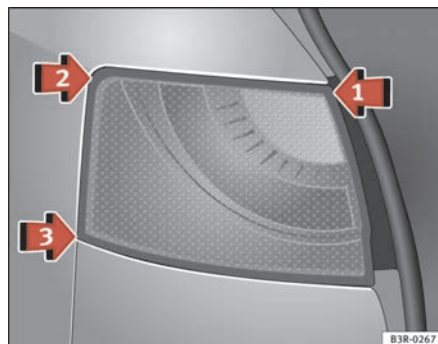
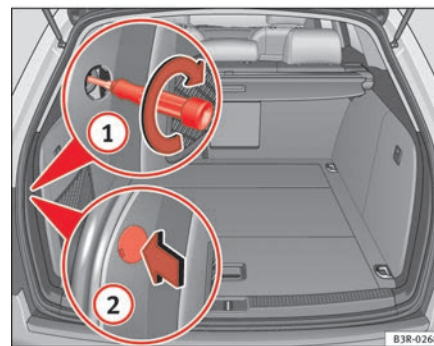

Fig. 224 Montaggio del fanale di coda
Fig. 225 Bagagliaio: posizione della vite di fissaggio del gruppo ottico posteriore
- Sistemare il fanale di coda nella sua conca cominciando dal punto ⇒ fig. 224 freccia (1).
- Premere quindi il fanale di coda nella sua conca prima nel punto (2) e poi nel punto (3), finché le clip non si trovano ben fisse nei supporti in gomma.
- Premere leggermente dall'esterno il fanale di coda e fissarlo dalla parte del bagagliaio con la vite ⇒ fig. 225 (1).
- Riapplicare la copertura della vite con la fessura rivolta verso la coda della vettura (2).